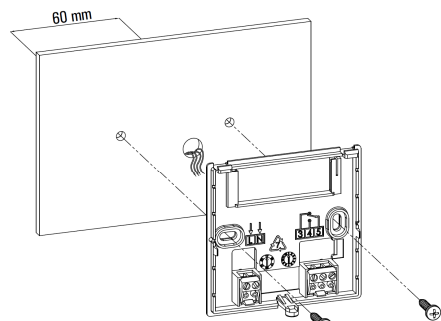

Fig. 4
- 3 Montera basplattan direkt på väggen eller på en väggdosa med de två medföljande skruvarna som ska sitta med 60 mm avstånd till varandra och mitt för ett hål där kablarna kan dras igenom enligt Fig. 4.